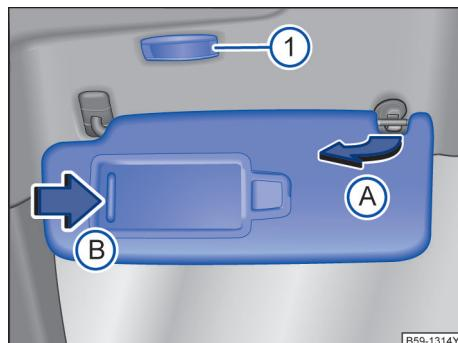

图 122 遮阳板
- 用一只手按压旋转轴的一端，用另一只手的拇指按压卡扣的上端，并用其它的手指将遮阳板倾斜上抬，并缓缓取出，否则容易造成上方固定点的损坏→图 122(A)。